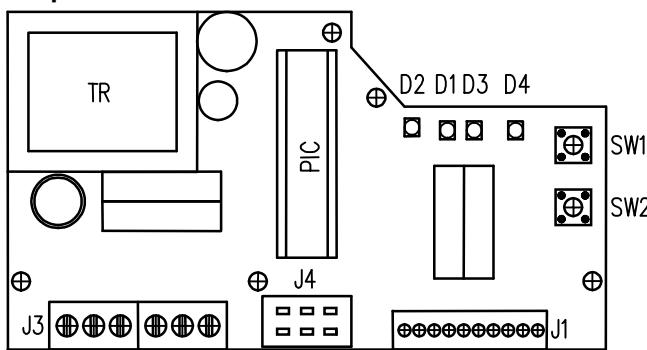

Рис. 13
4.8 Настройка регулятора положения (Рис.13)
Размещение устанавливающих и сигнализирующих элементов на доске регулятора REGADA находится на **рис.13:**